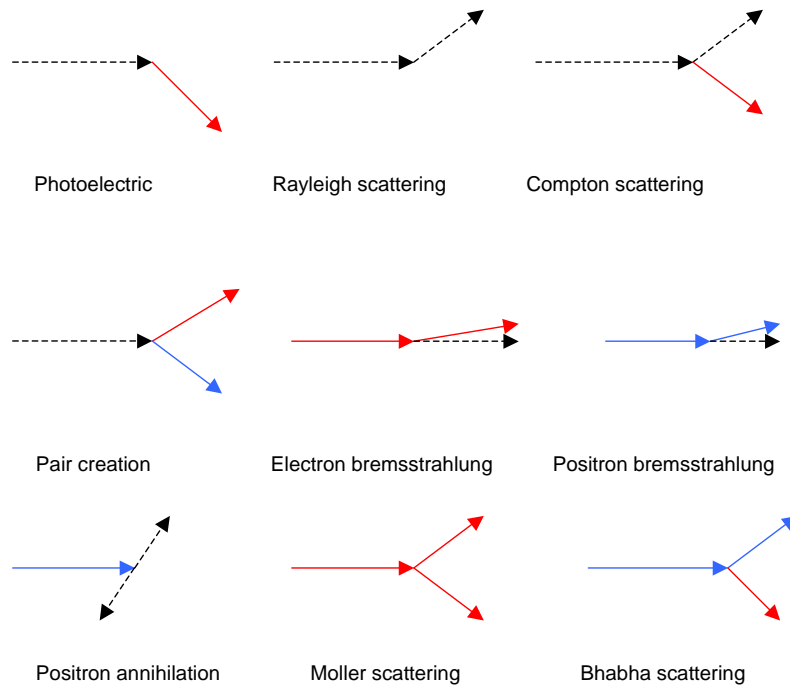

Figure 4: 各反応の模式図。光子：黒破線、電子：赤字実線、陽電子：青実線 (ディスプレイでは、光子は通常、黄色実線で示されている。)
2. 「ファイル」の「DOS 画面を開く (D)」を選択する。
12. 反応の種類の設定は、図 4 を参照する。